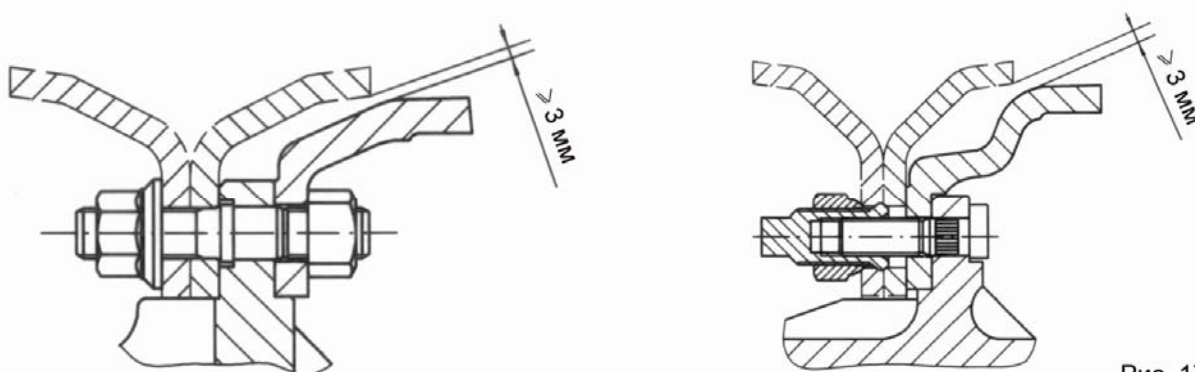

Рис. 17
(4) Задняя гайка внутреннего тормозного барабана блокируется автоматически, ее необходимо заменять после того, как колесо было установлено и снято 2 раза.
(5) Обод колеса и тормозной барабан не должны соприкасаться. Радиальный зазор между ободом колеса и тормозным барабаном указан на Рис. 17.